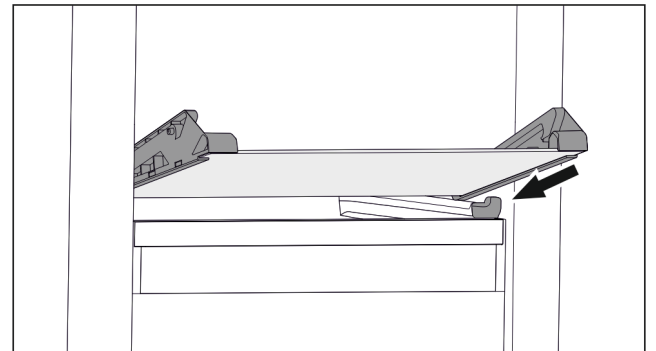

Fig. 108 Glasplatte des abklappbaren Schubfachs
- Glasplatte schräg hinter den Stopperrn aufsetzen. (siehe Fig. 108)